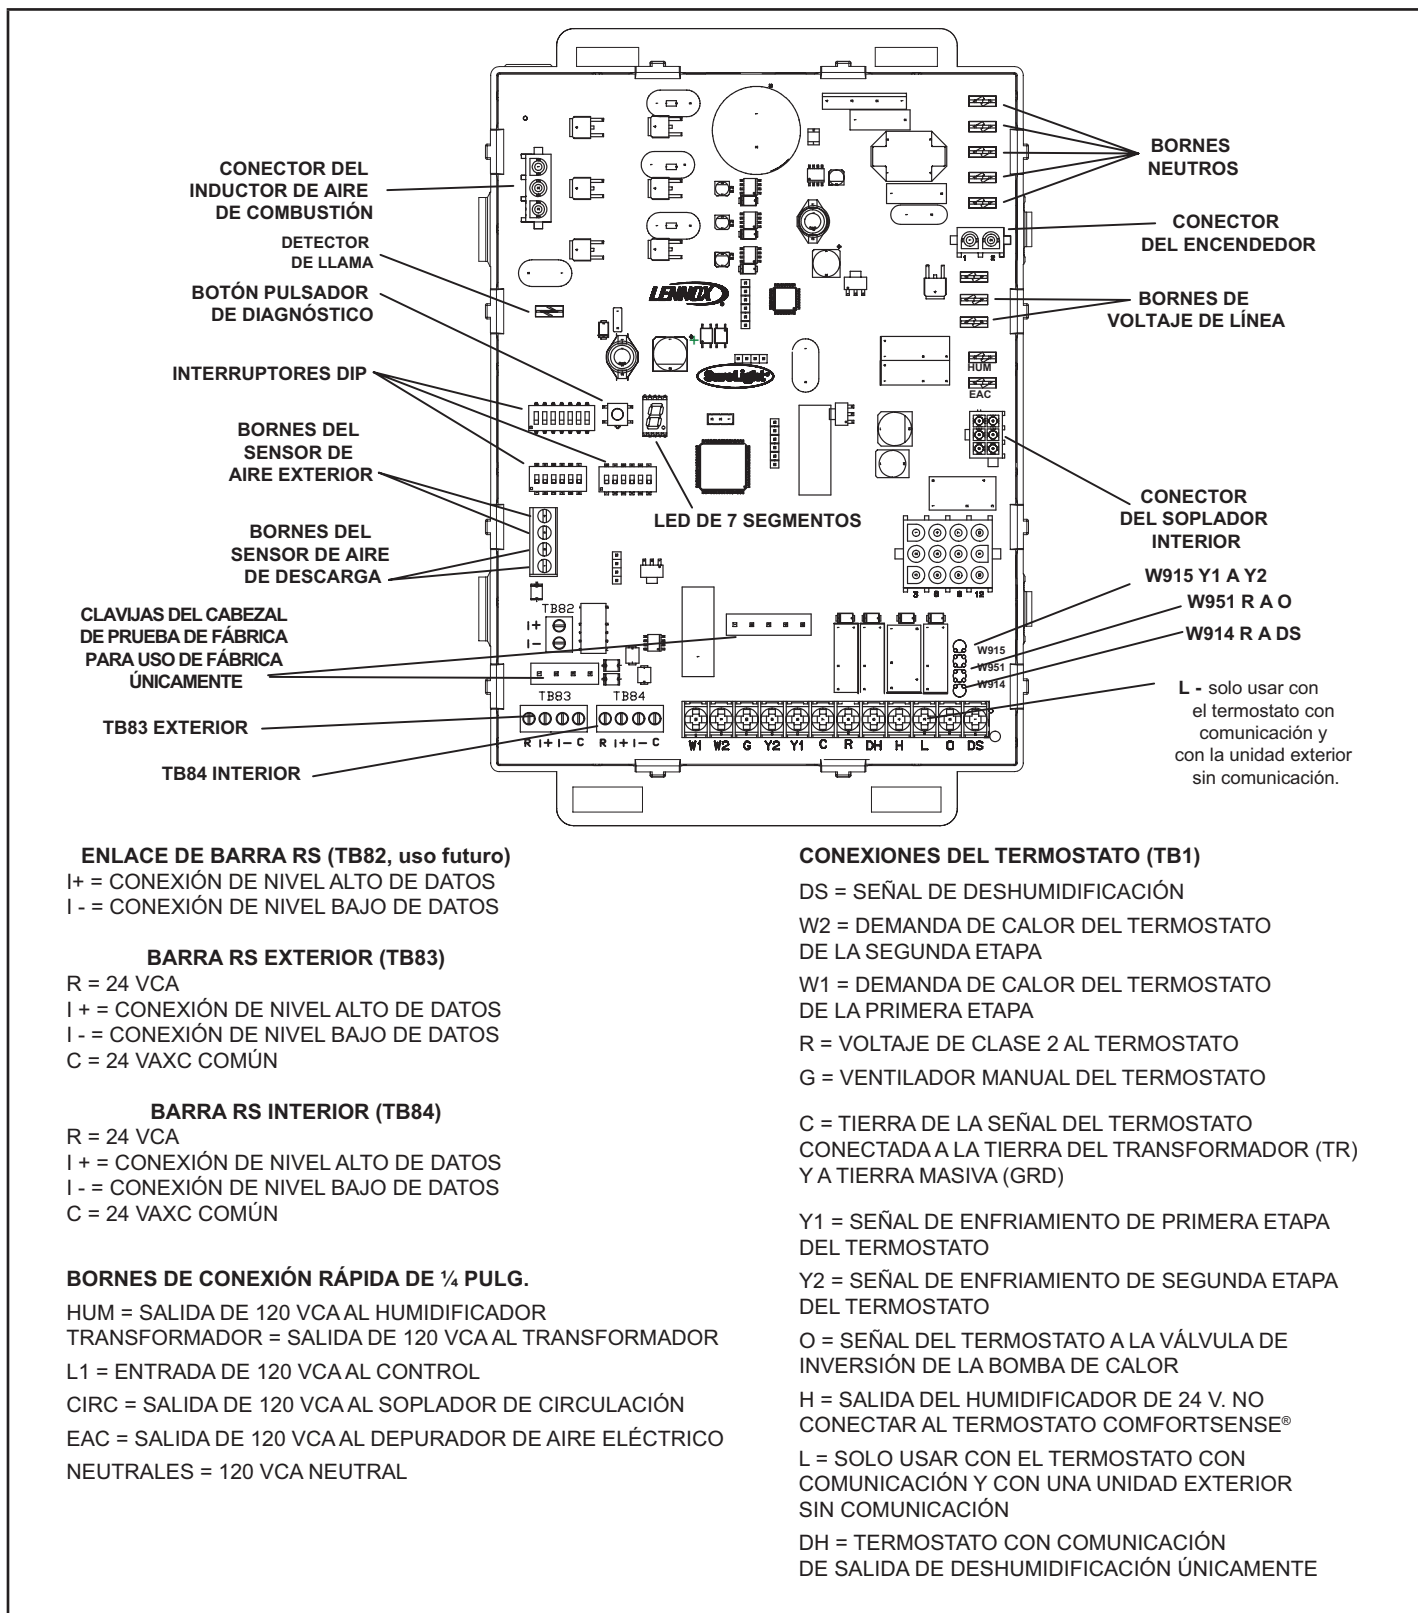

FIGURA 50
- 7 - Se incluye un borne tipo pala "EAC" de ¼ pulg. de voltaje de línea en el control integrado del calefactor. Se puede conectar un purificador de aire electrónico con clasificación máxima de 1 amperio a este borne, con la derivación neutral del circuito conectada a uno de los bornes neutrales proporcionados. Ver la FIGURA 50 para la ubicación del borne. Este borne se activa cuando el soplador interior está funcionando.
- 8 - Se incluye un borne tipo pala "HUM" de ¼ pulg. de voltaje de línea en el control integrado del calefactor. Se puede conectar un humidificador con clasificación máxima de 1 amperio a este borne, con la derivación neutral del circuito conectada a uno de los bornes neutrales proporcionados. Ver la FIGURA 50 para la ubicación del borne. Este borne se activa en el modo de calefacción cuando el soplador interior está funcionando.
- 9 - Se incluye un borne "H" de 24 V en el bloque de bornes del control integrado del calefactor. Se puede conectar un humidificador con clasificación máxima de 0.5 amperios a este borne, con la derivación a tierra del circuito conectada ya sea a tierra o al borne "C". Ver la FIGURA 50 para la ubicación del borne.
Conexión directa W914 (DS a R) - FIGURA 50
Conexión directa W951 (R a O) -- FIGURA 50
Conexión directa W915 (Y1 a Y2) -- FIGURA 50